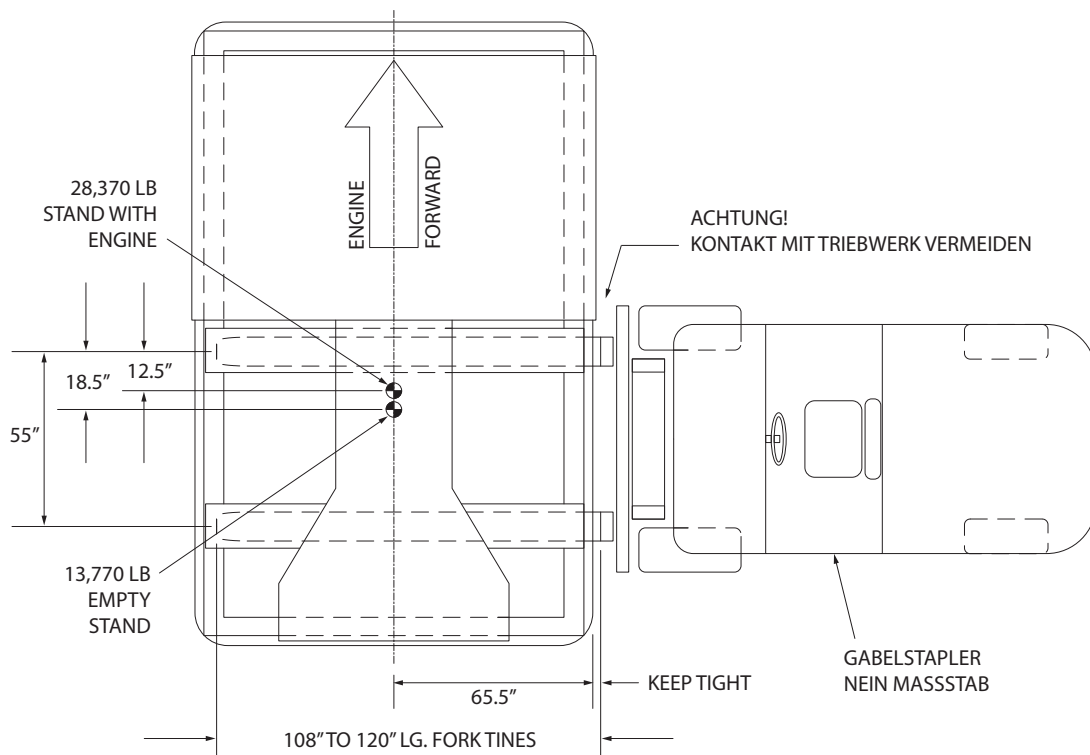

Abbildung 5.4-1
5.4.1 Anheben mit dem Gabelstapler (Abbildung 5.4-1)
- Gabelstaplerzinken so weit wie möglich einführen. (See Abbildung 5.4-1).